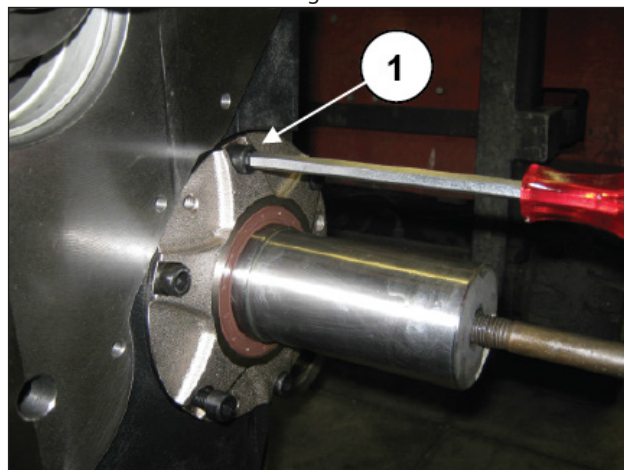
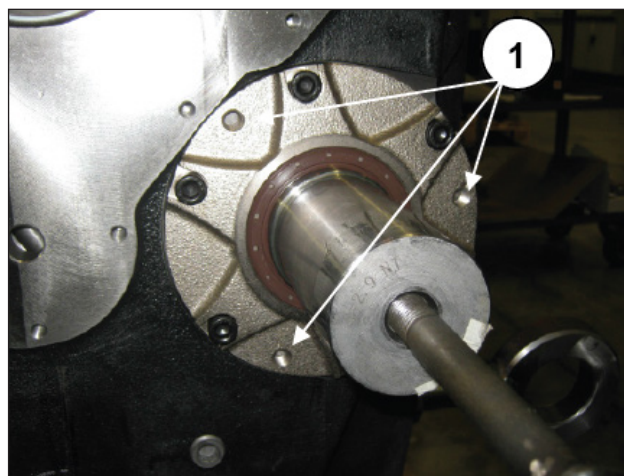

Abb. 9
Abb. 10
Lösen Sie die Befestigungsschrauben des rechten und linken Zapfwellen-Lagerdeckels (Pos. ①, Abb. 9) und ziehen Sie die beiden Deckel mit den zugehörigen Dichtungen von der Zapfwelle ab. Zum leichteren Ausbau verwenden Sie die Bohrungen M8 (Pos. ①, Abb. 10) und benutzen einen Abzieher oder einen Abzieher mit Schlagwerk.